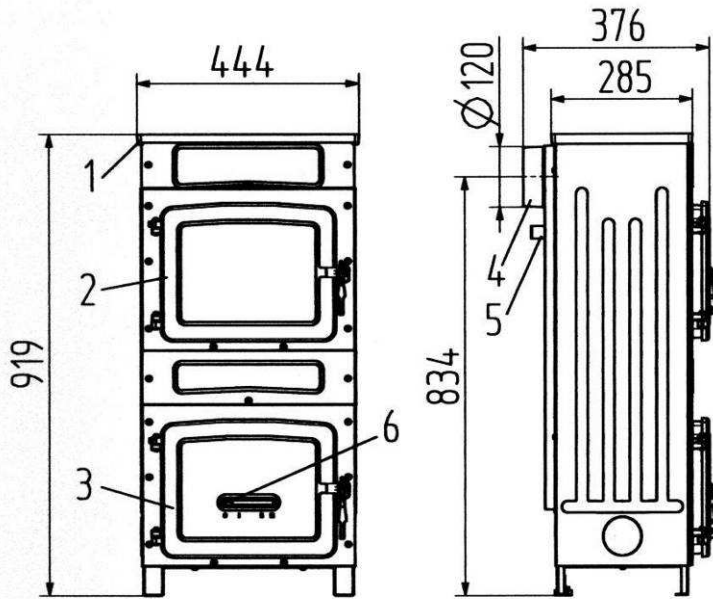

Bild 5
- Bild 5: WO 109-8F (TYP 109 81)